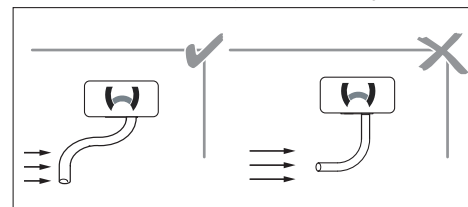

Fig. 20: Orientation de la sortie des gaz d'échappement
- ✓ Les gaz d'échappement ne doivent pas s'échapper directement dans le sens du déplacement. Voir Fig. 20.